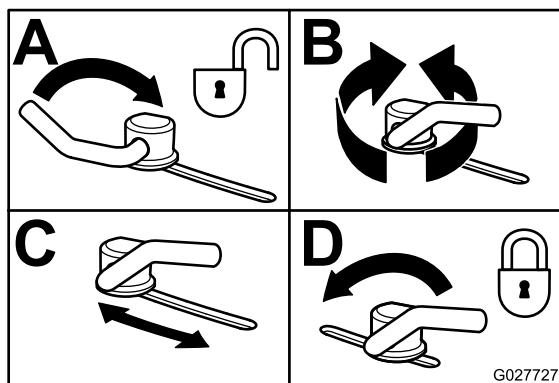

Figura 23
3. Para ajustar los bloques de leva, levante la palanca para aflojar el bloqueo de leva (Figura 23).
5. Devuelva la palanca a su posición original para apretar el deflector y los bloques de leva (Figura 23).